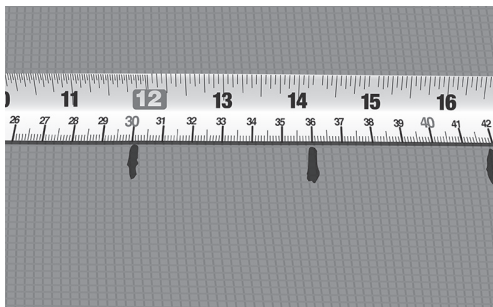

Fig. 8. Marker senteravstanden (c-c) på gulvet
- Marker den beregnede senteravstanden (c-c) på gulvoverflaten (Fig. 8).